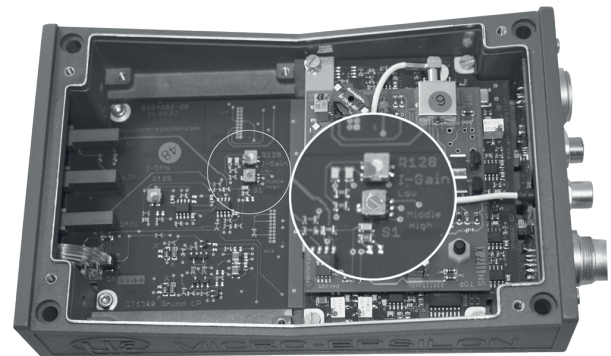

Abb. 20 Grenzfrequenz
- ➡ Stellen Sie die benötigte Grenzfrequenz mit dem Mikroschalter ein, siehe Abb. 20.